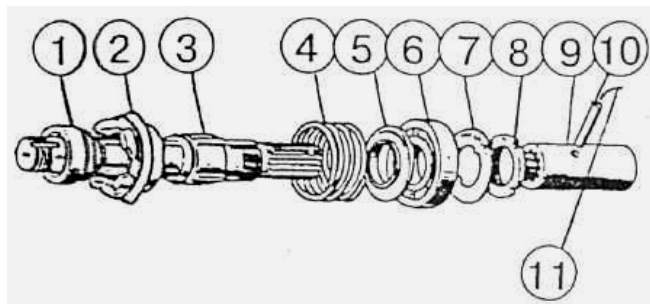

Рисунок 5.56
- 4.6) снимите с вала (3) (**рисунок 5.56**) втулку (1), полумуфту (2), пружину (4);